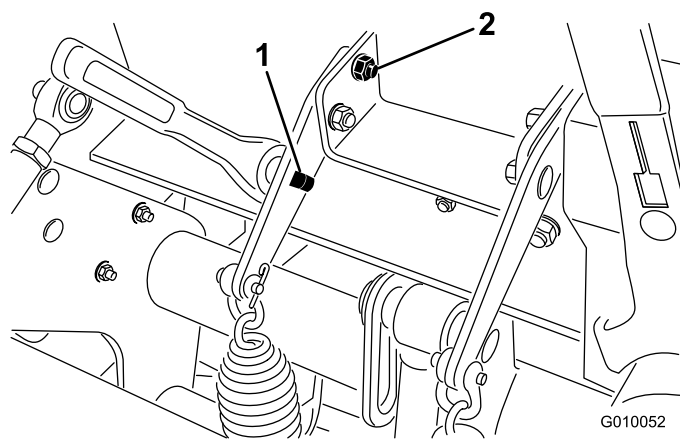

図 37
2. スプリング・プレートの四角い穴に 1/2" のラチェットまたはボールを差し込む（図 37）。